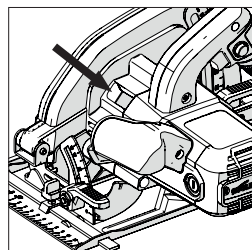

Fig. 3
- Localice el botón del seguro del eje de la máquina (que está situado de forma similar en todas las máquinas). Bloquee el eje de la máquina activando el botón del seguro del eje. **(Fig. 3).**